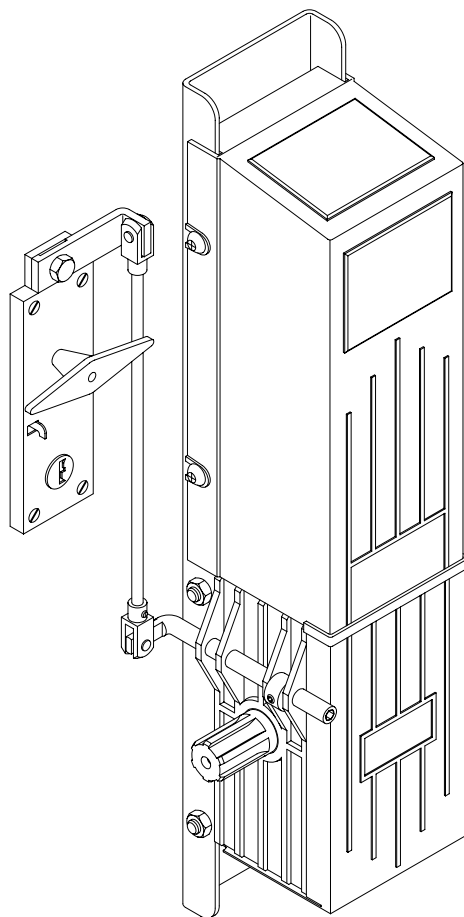

Fig.12
7.2 Sblocco interno a maniglia con chiave personalizzata (fig. 12).
7.2 Handle internal release with personalized key (fig. 12).
7.2 *Débloccage interne à manivelle et clé personnalisée (fig. 12)*
7.2 Desbloqueo interior a manilla con llave personalizada (fig.12).